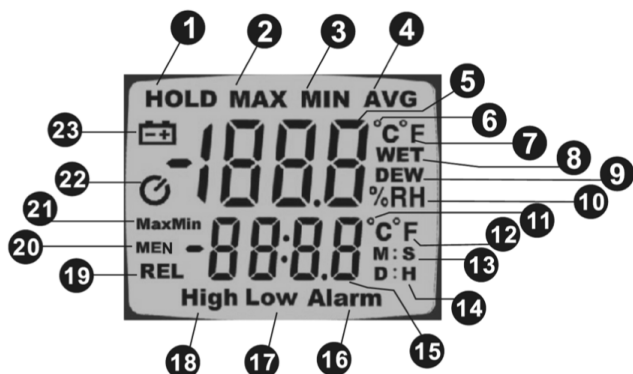

Рис.1
ОПИСАНИЕ ДИСПЛЕЯ (Рис.1)
1. При включении прибора клавишей  активируется функция энергосбережения, выключающая устройство после 5-ти минут бездействия. На дисплее при этом будет отображен соответствующий индикатор (см. п.22, Рис.1).
2. При нахождении прибора во включенном состоянии, нажмите одновременно клавиши  и . Функция энергосбережения будет деактивирована и прибор не будет сам отключаться, пока пользователь не выключит его клавишей . На дисплее при этом исчезнет соответствующий индикатор (см. п.22, Рис.1). При следующем включении прибора функция энергосбережения будет снова активна.
1. В режиме обычных измерений нажимайте однократно клавишу  для переключения по кругу измеряемых показателей (результаты измерений будут отображаться на дисплее на месте основных показаний (см. п.5, Рис.1)):
2. Температура сухого термометра в режиме обычных измерений всегда отображается в нижней части дисплея (см. п.15, Рис.1).
1. В режиме обычных измерений нажмите и удерживайте в течение 1-й секунды клавишу . Прибор перейдет в режим вычисления максимального, минимального и среднего значений из серии измерений. На дисплее будет отображен индикатор **MinMax**. В нижней части дисплея (см. п.15, Рис.1) будет отображаться время проведения серии измерений.
1. При нахождении прибора в режиме обычных измерений нажмите однократно клавишу . Прибор перейдет в режим относительных измерений, т.е. будет вычисляться разница между текущим результатом измерений и последним значением, полученным до нажатия на клавишу . На дисплее при этом будет отображен соответствующий индикатор **REL**. В нижней части дисплея (см. п.15, Рис.1) будет отображена относительная температура сухого термометра.
На месте основных показаний (см. п.5, Рис.1) будет отображаться относительное значение измеряемого показателя, выбранного клавишей  (относительная влажность, температура точки росы или температура влажного термометра).